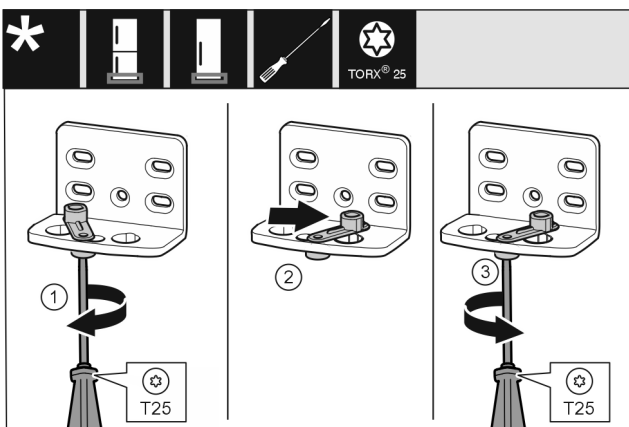

Fig. 10
- ▶ Βιδώστε πρόχειρα τη βίδα με κατσαβίδι T25. Fig. 10 (1)
- ▶ Ανασηκώστε το βοήθημα κλεισίματος πόρτας και περιστρέψτε 90° προς τα δεξιά στην τρύπα. Fig. 10 (2)
- ▶ Σφίξτε τη βίδα με κατσαβίδι T25. Fig. 10 (3)